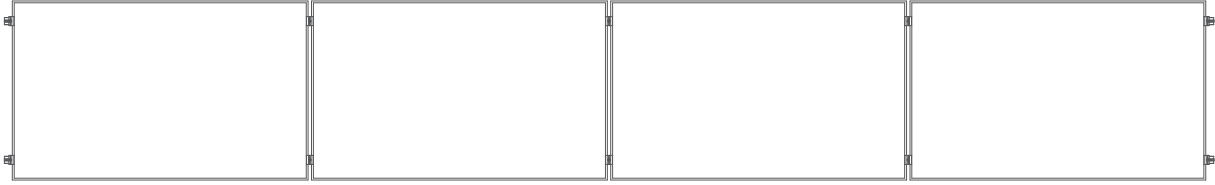
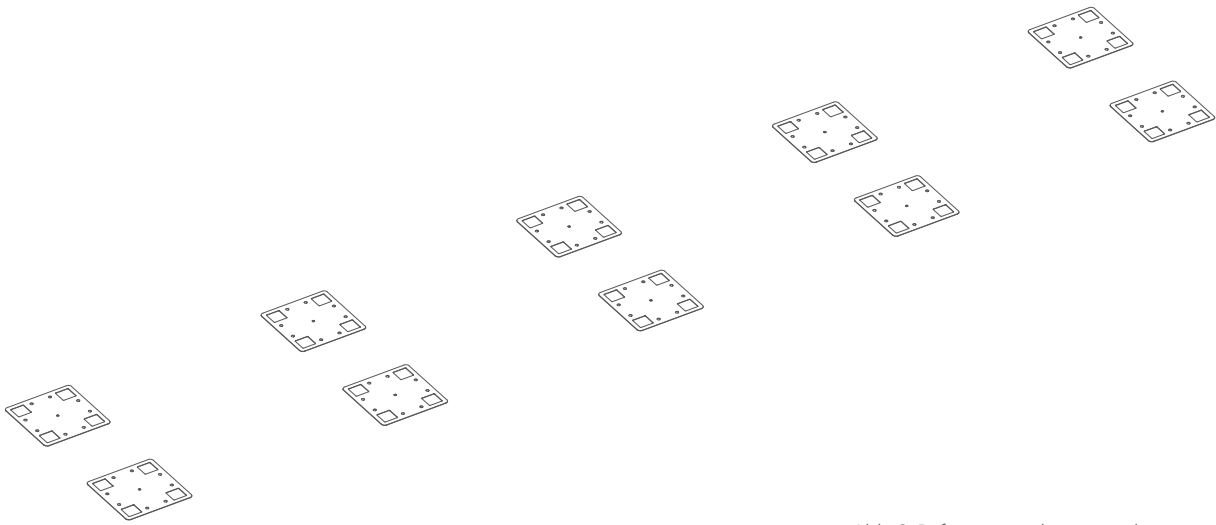

Abb. 1. Modulanordnungsplan
Abb. 2. Befestigungsplattenanordnung
- 1 Bevor Sie mit der Montage beginnen, müssen Sie den Plan für die Anordnung der Module (Abb. 1) und der Befestigungsplatten (Abb. 2) festlegen. Die Art und Weise, wie die Montagekonstruktion an das Dach befestigt wird, hängt vom Typ des Daches ab und wird individuell ausgewählt.